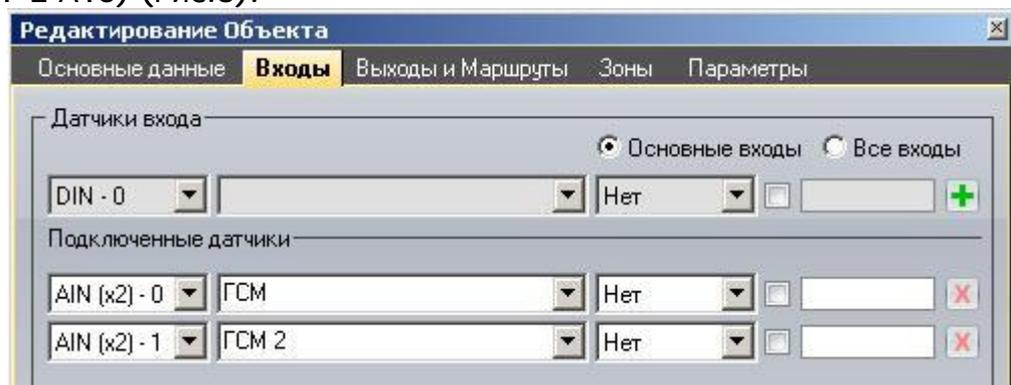

Рисунок 3 Назначение входов для 2 баков
3.3. Настройки терминала на обработку двух датчиков DUT-E A5 (DUT-E A10) (Рис.3):